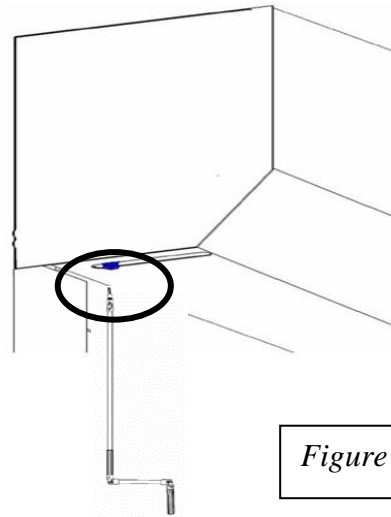

Figure 11
- Vous disposez d'une sortie de secours dans laquelle vous pouvez engager la manivelle de secours, tige fixée au moteur (*Figure 11*)